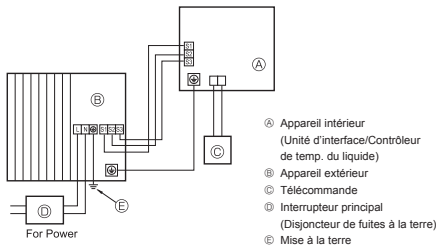
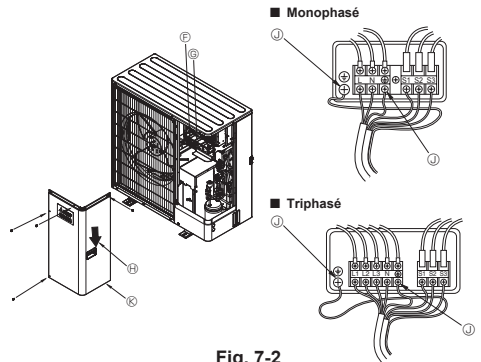

Fig. 7-1
Fig. 7-2
7.1. Appareil extérieur (Fig. 7-1, Fig. 7-2)
- 2 Effectuer le câblage conformément aux Fig. 7-1 et 7-2.